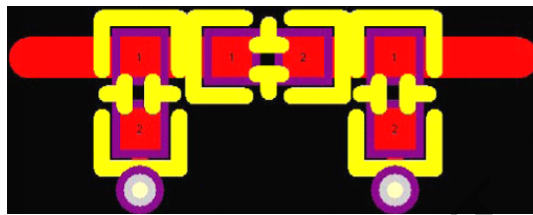

图 17 正确的布线方式
6. 匹配网络的元件应尽可能的靠近摆放，并且采用正确的布局方式，以减小寄生效应，如图 17,18。